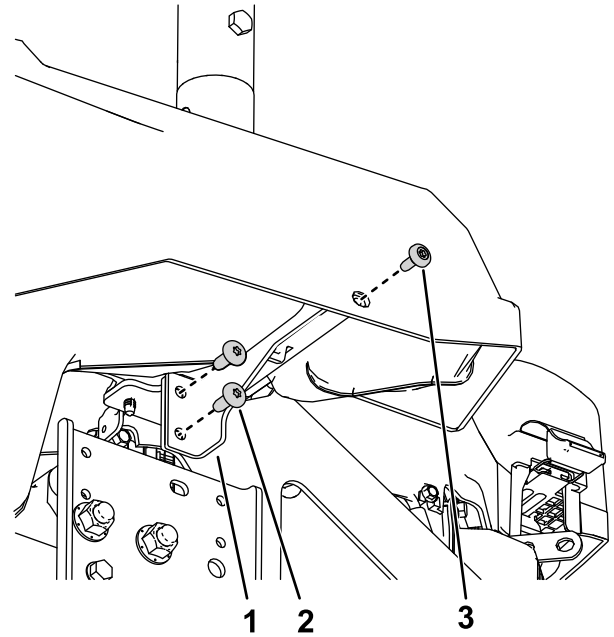

Bild 6
2. Montieren Sie die linke Halterung der Verkleidung mit zwei selbstschneidenden Schrauben ($5/16'' \times 3/4''$) am Maschinenrahmen und den in **1 Vorbereiten der Maschine (Seite 3)** entfernten Teilen, wie in **Bild 6** dargestellt.